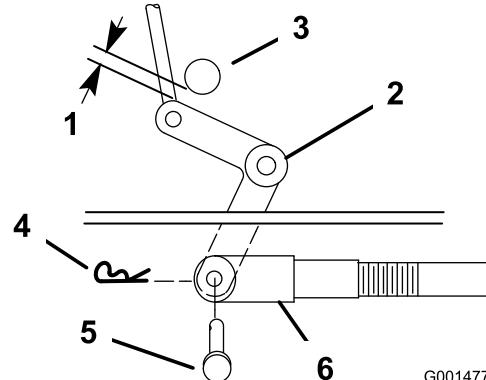
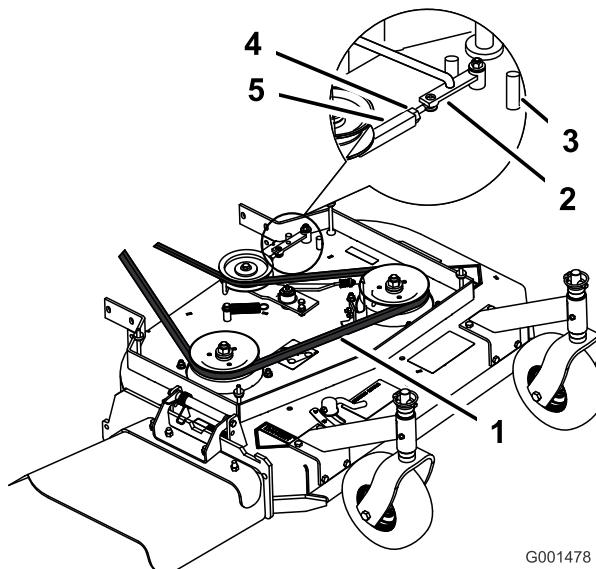
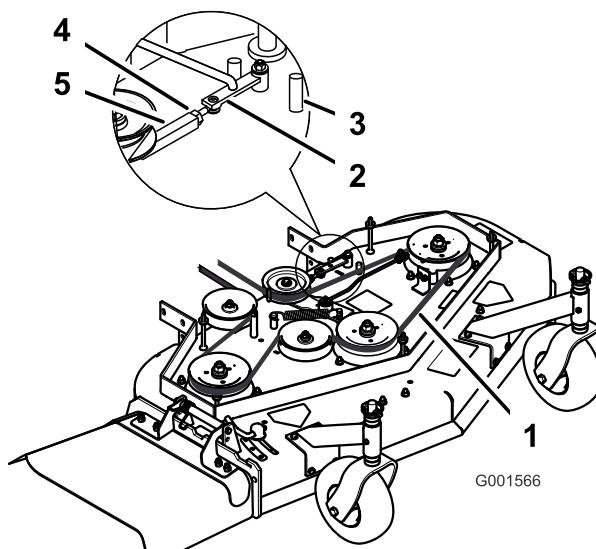

Figure 41
Figure 42
Figure 43
- Vérifiez l'écartement entre l'axe coudé et l'arbre de sortie de transmission (Figure 41).
- Tournez la chape dans le sens horaire sur la tige pour accroître l'écartement, et dans le sens antihoraire pour le réduire (Figure 41).
Remarque: Si le bras d'assistance ne touche pas la butée avant du tablier de coupe (Figure 42 ou Figure 43), réglez la chape de sorte à rapprocher le levier coulé de l'arbre de sortie de transmission (Figure 41).